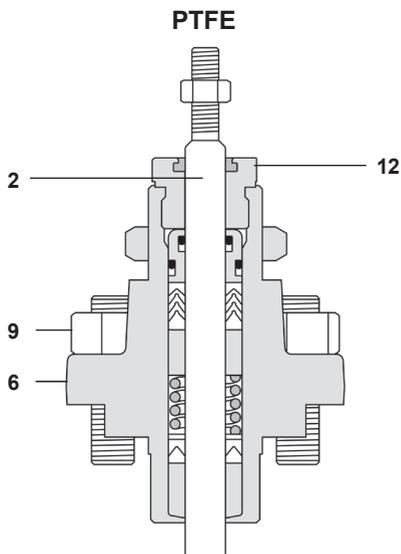

Fig. 16
- Smontare il dado di blocco (34), il dado del premistoppa (18), gli O' ring (7a e 7b) e l'anello raschiatore (13) dal dado del premistoppa, assicurandosi che le scanalature siano integre e pulite, altrimenti procedere alle sostituzioni. Si raccomanda l'utilizzo di grasso silconico per lubrificare gli O'ring.
- Pulire la concavità del premistoppa e montare i nuovi componenti, seguendo l'ordine illustrato nella Fig. 16.